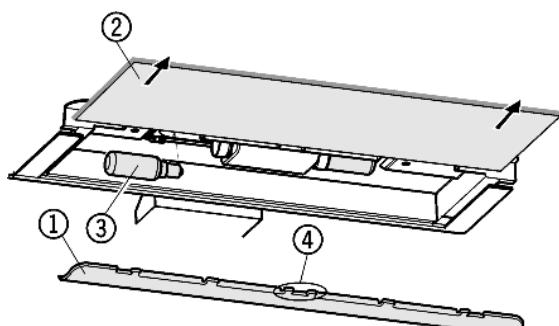

Fig. 16
- ▶ Снятие накладки Fig. 16 (1): сзади возьмитесь пальцем за накладку и снимите её с фиксатора.
- ▶ Извлеките стеклянную полку Fig. 16 (2).
- ▶ Лампу накаливания Fig. 16 (3) замените.
- ▶ Установка накладки на место: защелкните справа и слева, следя за тем, чтобы средний крюк Fig. 16 (4) захватил стеклянную полку.